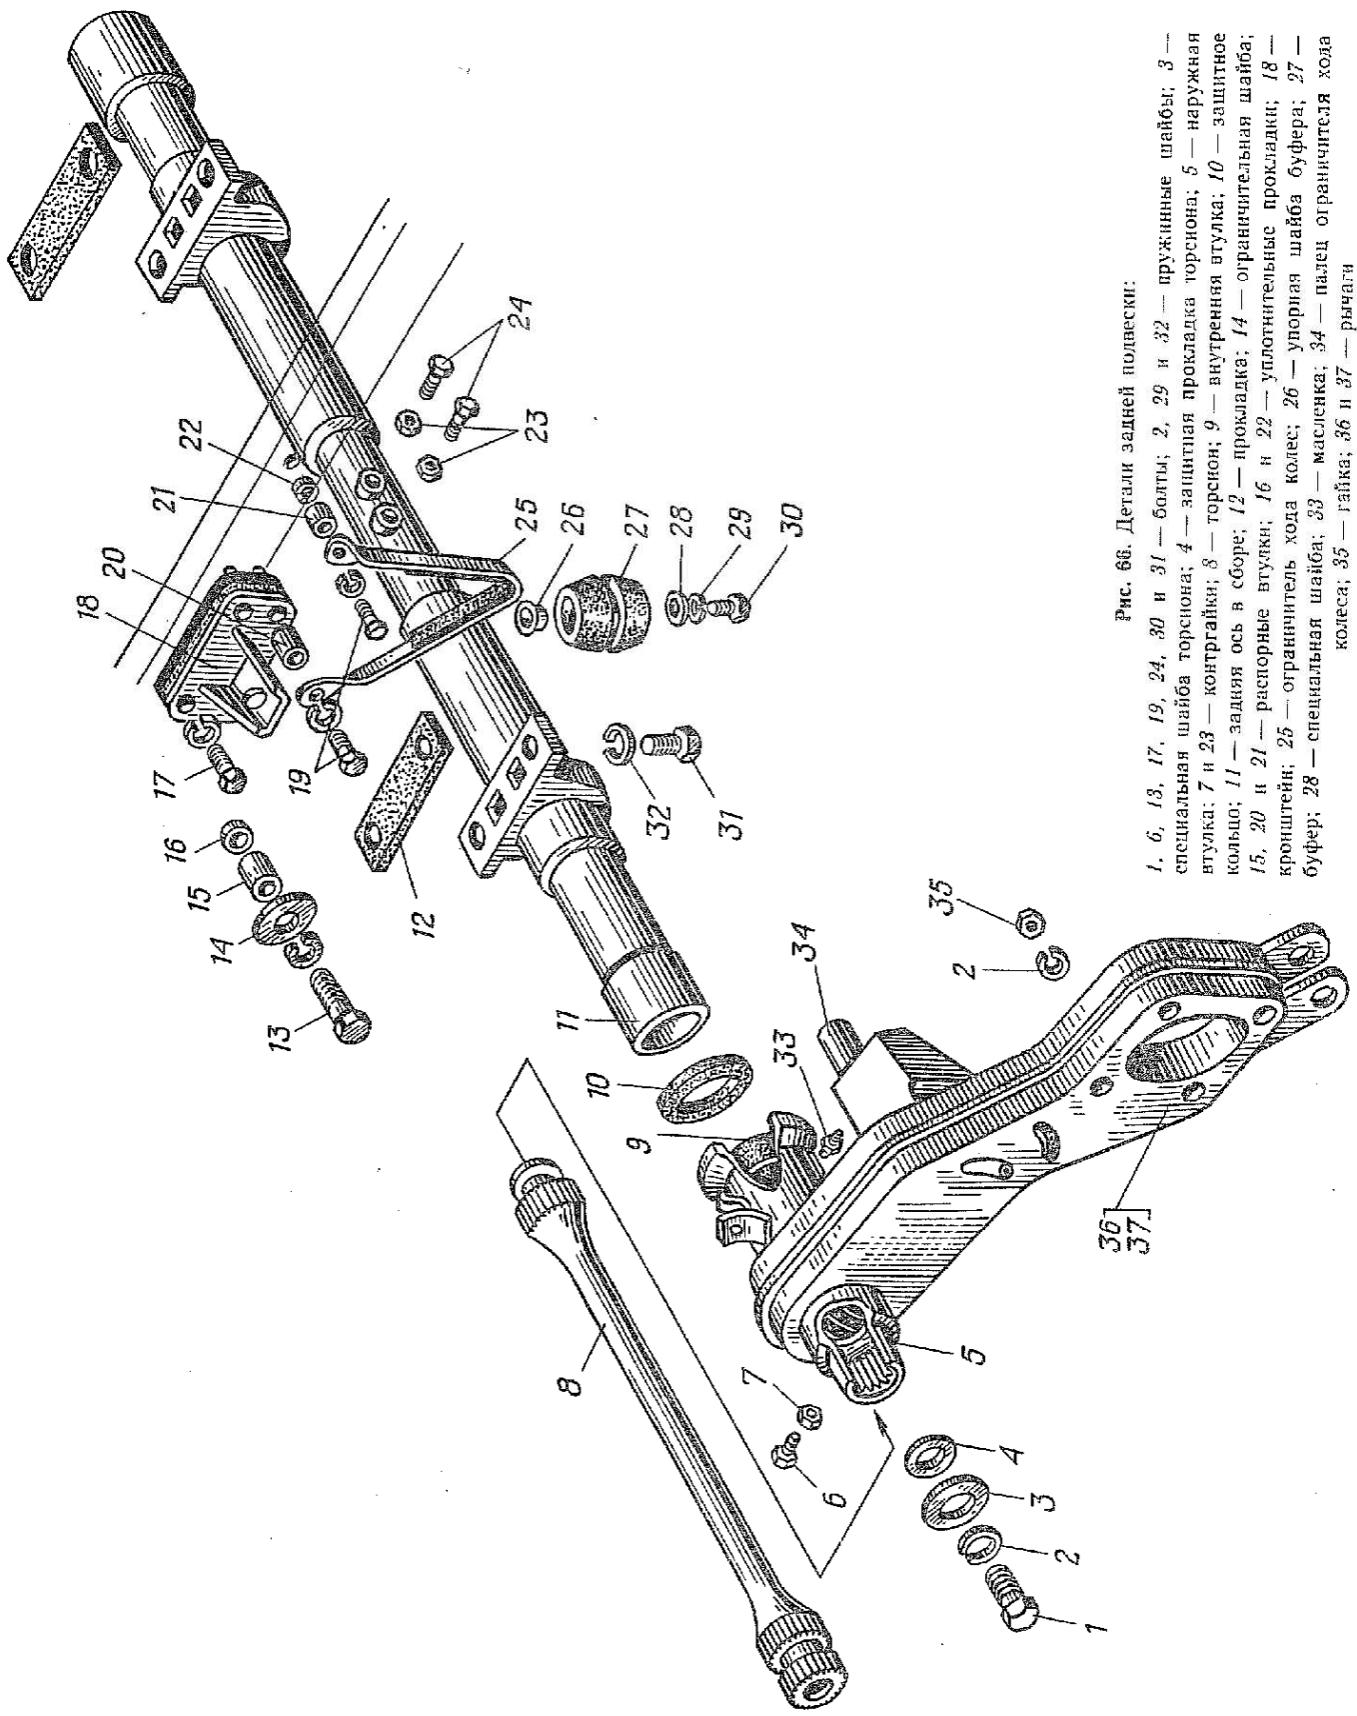

Рис. 66. Детали задней подвески:
1.10. Отвернуть болты 19 (рис. 66) крепления ограничителей хода задних колес, снять ограничители 25, распорные втулки 20 и 21 и уплотнительные прокладки 22 (ключ 17).
1.12. Отвернуть болты 31 (рис. 66) крепления задней подвески, опустить подвеску и снять прокладки 12 с кронштейнов оси подвески (головка 22, вороток).
2.2. Установить на кронштейны оси подвески прокладки 12 (рис. 66), совместить отверстия кронштейнов оси и рамы и закрепить ось подвески болтами 31 с пружинными шайбами 32 (головка 22, вороток, рукоятка динамометрическая).
2.4. Закрепить ограничители 25 (рис. 66) хода задних колес болтами 19 с пружинными шайбами, установив распорные втулки 20 и 21 и уплотнительные прокладки 22 под втулки 21 (ключ 17, головка 17, рукоятка динамометрическая).
1.9.7. Отвернуть болт 1 (рис. 66), снять специальную шайбу 3 и защитную прокладку 4 (ключ 17).
3.2.2. Ввернуть болт 13 (рис. 66) крепления ограничительной шайбы, ограничивающей осевое смещение рычага, установив на болт пружинную шайбу,